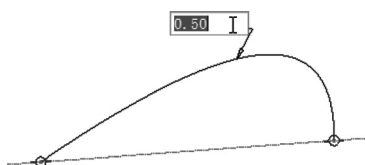

图 2-63 使用 rho 标注圆锥尺寸
- 3) 单击鼠标中键来放置该尺寸。 ρ 的默认值为“0.50”,如图 2-63 所示。